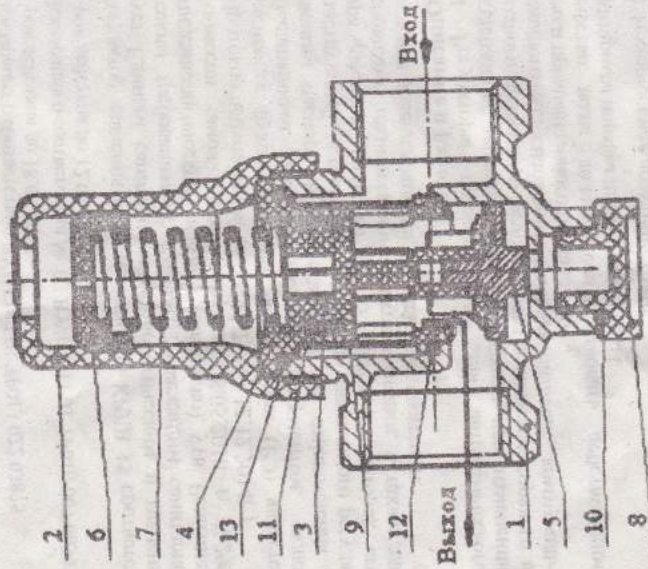

Рис. 1 Регулятор давления воды квартирный КРДВ 15
- снять сетку-фильтр (9) и промыть ее до полного удаления осадка, при необходимости использовать кисть;
- установить сетку-фильтр на место, вставить блок регулятора в корпус регулятора (1), при этом уплотнительные кольца должны быть установлены согласно рис. 1;
- установить пружину и завернуть крышку на корпус так, чтобы стакан (4) был поджат и с помощью резинового кольца (13) обеспечив герметичность регулятора относительно внешней среды.